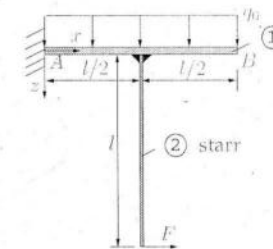

Abbildung 1.1: Balkensystem mit konstanter Streckenlast und einer Einzelkraft
Ein an seinem linken Ende fest eingespannter Biegebalken ① (siehe Abb. 1.1) wird durch eine konstante Streckenlast $q_0 = \text{konst}$ belastet. In der Mitte des Balkens ① ist ein starrer Balken ② befestigt, an dem eine horizontale Kraft F wirkt. Gegeben sind $q_0 > 0$, $F > 0$ und l .